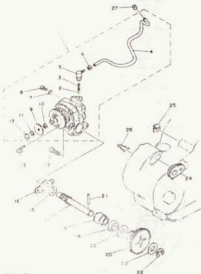
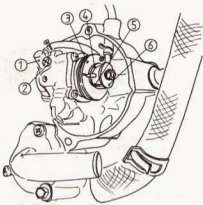

Bild 147
Bild 149
Schneckenrad zum Antrieb der biegsamen Welle des Drehzahlmessers Teil 20 in Bild 147
Die Ölpumpen-Antriebswelle trägt an ihrem in die Ölpumpe hineinragenden Zapfen ein eingängiges Schneckenkengewinde, welches mit einem Schneckenrad im Gehäuse der Ölpumpe kämmt, das 84 Zähne hat. Die Nabe des Schneckenrades ist als Nockenscheibe ausgebildet: Dreht sich das Schneckenrad, wird ein Kolben gegen die Kraft einer Feder (innere Feder) angehoben, in Blickrichtung auf die Pumpe nach rechts. Der Raum, den der Kolben dabei in seinem Zylinder freigibt, füllt sich mit Öl. Ist der Nocken abgelaufen, drückt die innere Feder den Kolben in seine Ausgangsstellung zurück und dadurch das Öl aus dem Pumpenzylinder heraus. Das gelingt ihr jedoch nur zum Teil: Sie wird durch eine stärkere Feder (äussere Feder), die auf die Steuerwalze der Ölpumpe drückt, daran gehindert, weil die Anschlagplatte 9 in Bild 147 schon nach kurzem Kolbenweg (zwischen 0,1 und 2 mm) an der Schaltwalze anstösst. Verdreht man die Steuerwalze mit Hilfe des Gasdrehgriffs, wird die äussere Feder zusammengedrückt.
- Gasdrehgriff in Leerlaufstellung bringen. Man meint, die Steuerwalze der Ölpumpe würde die Anschlagplatte berühren, so dicht fährt sie an diese heran. Doch muss ein für das Auge nicht sichtbarer Spalt von 0,1 mm Dicke offen bleiben. Das muss mit Hilfe einer Fühllehre geprüft werden. Wenn kein Spalt fühlbar ist, bekommt der Motor im Leerlauf kein Öl und im Teillastbereich zu wenig Öl. Wenn der Spalt grösser als 0,1 mm ist, bekommt der Motor im Leerlauf und im Teillastbereich zuviel Öl. Das Spaltmass lässt sich dadurch korrigieren, dass Mutter 12 in Bild 147 abgeschraubt, Federring 11 abgenommen und Anschlagplatte 9 abgenommen werden. Darunter liegen eine oder mehrere Distanzscheiben. Durch die Änderung der Zahl und/oder Dicke dieser Distanzscheiben wird das Spaltmass auf möglichst genau 0,1 mm gebracht (siehe hierzu Bild 149).